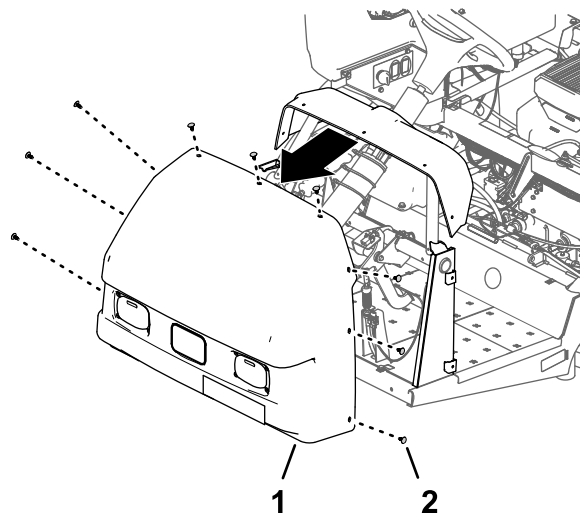

Рисунок 15
- Снимите капот с машины (Рисунок 15).